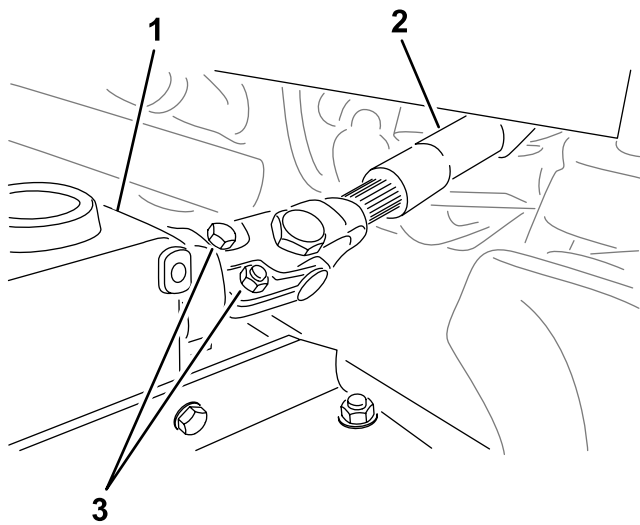

図 16
3. PTO シャフトをギアボックスに取り付ける2組のボルト5/16" x 2"ナット5/16"を互いに反対向きに取り付け 図 16、それぞれのナットを 40 N·m 4.2 kg·m = 30 ft·lb にトルク締めする。